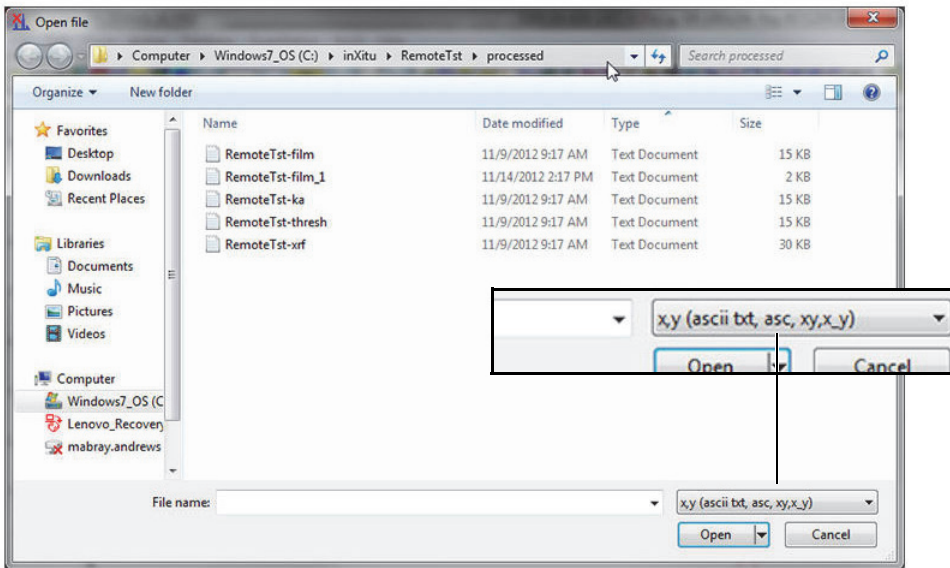

Figura C-3 Finestra di dialogo Open File
2. Nell'elenco di tipi di file cambiare il tipo di file con **x,y (ascii.txt, asc, xy,x_y)** [vedi Figura C-3 a pagina 94].